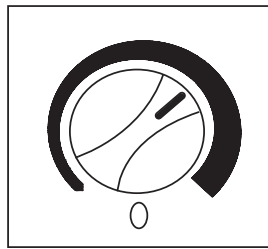

Fig.1
- Cuando se logre el enfriamiento máximo, regrese la perilla de control de temperatura a la posición como si fuera una manecilla de reloj que marca las 2.00, en el control graduado de color azul. **Vea la Fig. 1.**